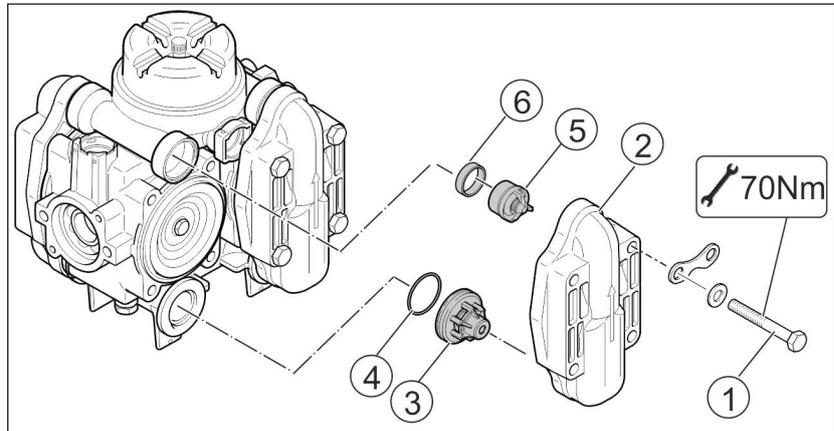

Fig. 201
1. Demonter ventilen (Fig. 201/1) og skiven (Fig. 201/2).
2. Legg hjelpeverktøy inn i sporene på lokket og skru av lokket (Fig. 201/3).
3. Kontroller membranen (Fig. 201/4) og skift ut defekte membraner.